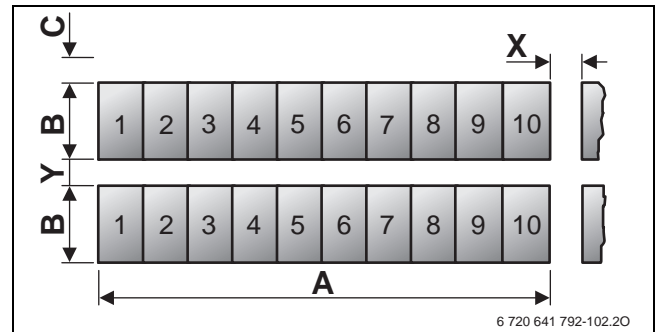

Bild 152 Flächenbedarf für Kollektorfelder mit mehreren Reihen bei Aufdachmontage (Erklärung im Text)
**Maße A und B** entsprechen dem Flächenbedarf für die gewählte Anzahl und Aufteilung der Kollektoren (→ Bild 152 sowie Tabelle 79). Diese Maße sind Mindestanforderung. Wir empfehlen, um das Kollektorfeld herum ein bis 2 Pfannenreihen zusätzlich abzudecken. Dabei gilt das Maß C als obere Begrenzung.